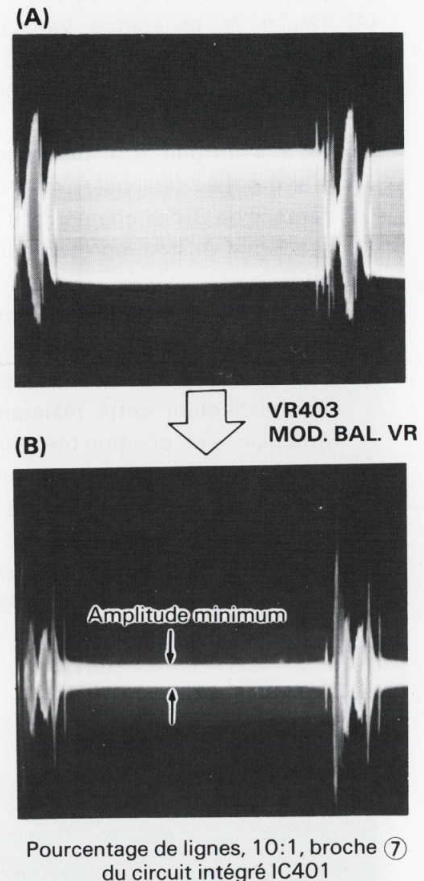
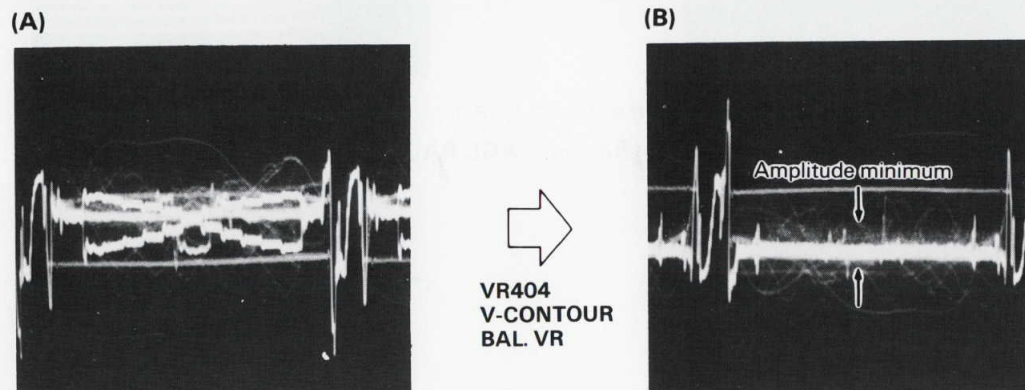

Fig. 4-5-1 Réglage "V CONTOUR" (1)
Fig. 4-5-2 Réglage de contour vertical (2)
- (1) Fermer le diaphragme de l'objectif.
- (2) Raccorder la sonde de test de l'oscilloscope à la broche ⑦ du circuit intégré IC401.
- (3) Comme représenté sur la Fig. 4-5-1, régler l'amplitude de la porteuse à son minimum en tournant la résistance variable VR403 MOD. BAL. VR dans un sens ou dans l'autre.
- (4) Ramener le diaphragme de l'objectif en **réglage normal (0,7V à TP-1)** et raccorder la sonde de test à la borne TP-6.
- (5) Comme représenté sur la Fig. 4-5-2, éliminer la forme d'onde de la mire d'échelle des gris en tournant la résistance variable VR404 V CONTOUR BAL. VR dans un sens ou dans l'autre (amplitude minimum).